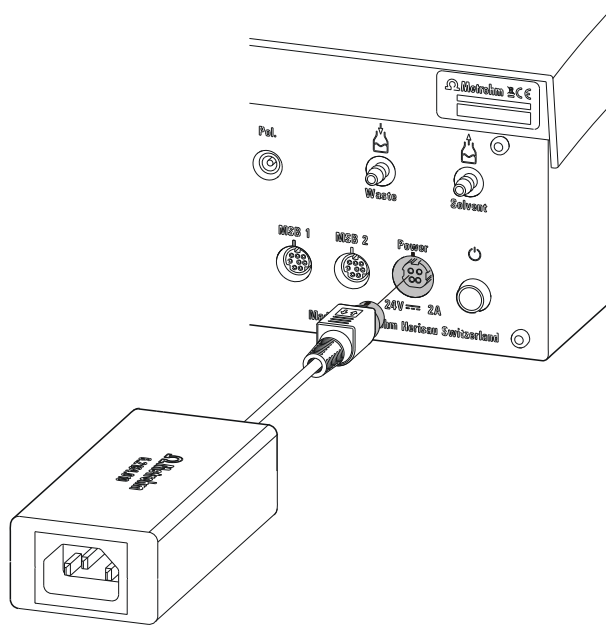

Figura 3 Conectar a fonte de alimentação
- 1 Conectar o plugue da fonte de alimentação externa à tomada para alimentação de energia do Ti-Touch (ver figura 3, página 14).